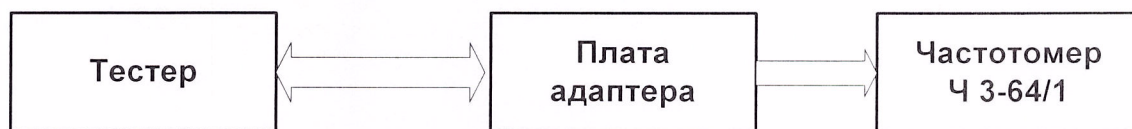

Рисунок 4. Схема проверки погрешности воспроизведения частоты следования импульсов.
8.4.7 Определение относительной погрешности воспроизведения частоты следования импульсов на выводах тестера (Рисунок 4).